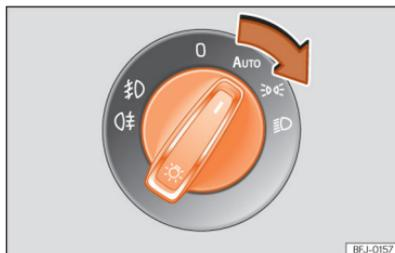

Abb. 82 Instrumententafel: Bedienelement Licht
- Schalten Sie die Zündung ein und stellen Sie den Lichtschalter in die gewünschte Position » » (Abb. 82):